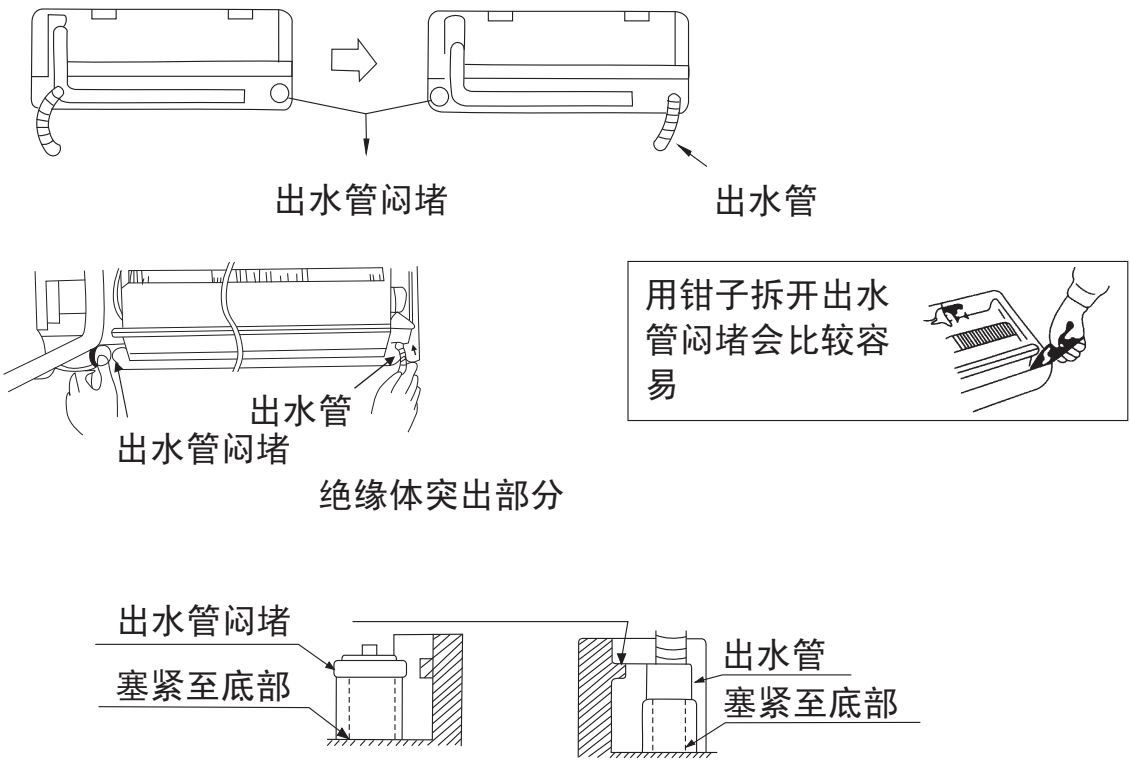

图23
- （3）如铜管从左边引出时，需将出水管和出水管闷堵互换位置，然后需如图23所示塞紧。（如果塞得不紧，冷凝水将会漏出及滴落。）